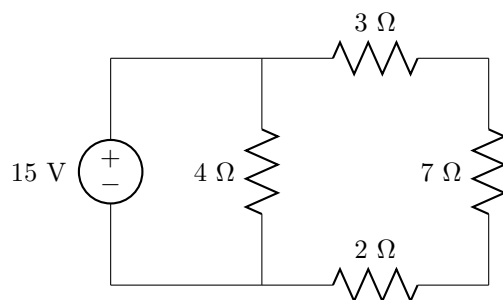

Figura 2.3: Circuito del problema 3.
3. Halla la tensión de la resistencia de 7 Ω del circuito de la figura 2.3 utilizando el concepto de divisor de tensión.